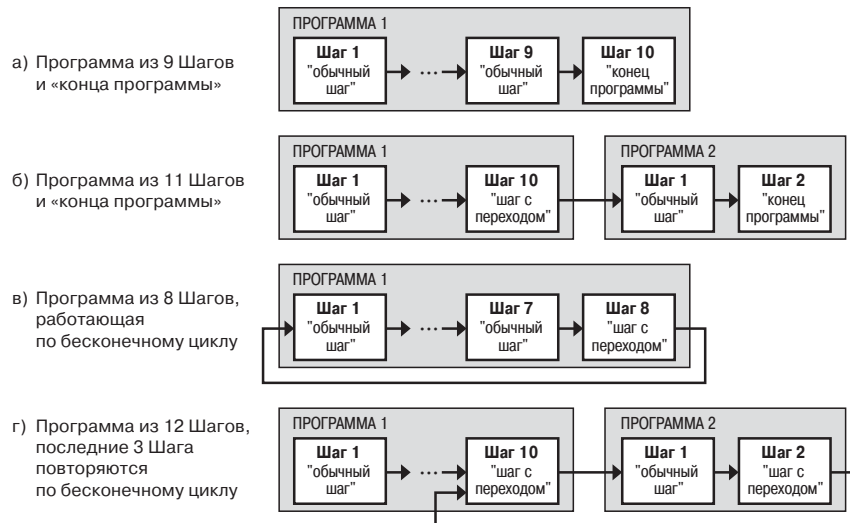

Рис. 3. Примеры Программ, которые можно реализовать с помощью различных типов Шагов
- Программу, состоящую более чем из 10 Шагов (рис. 3, б, г);
- Программу, работающую по бесконечному циклу (рис. 3, в, г).
Нециклическая Программа в ТРМ151-05 (рис. 3, а, б) состоит из последовательности «обычных шагов» и «шагов с переходом», которая заканчивается Шагом типа «конец программы».